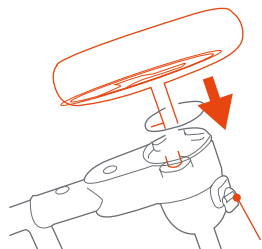
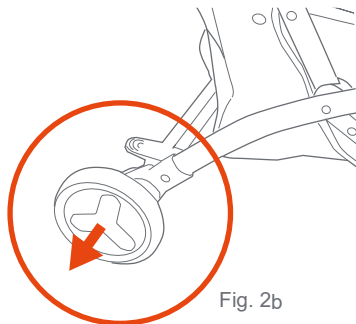

Fig. 2a
Fig. 2b
2) • Inclinare il passeggino in avanti e premere il perno ruota posteriore nel mozzo del telaio posteriore fino a quando non si blocca e scatta (Fig.2a). Ripetere la stessa procedura sull'altro lato.
NOTA: tirare la ruota posteriore per assicurarsi che sia fissata saldamente al passeggino (Fig. 2b). Sollevare la leva di rilascio per rimuovere la ruota posteriore (Fig. 2a).